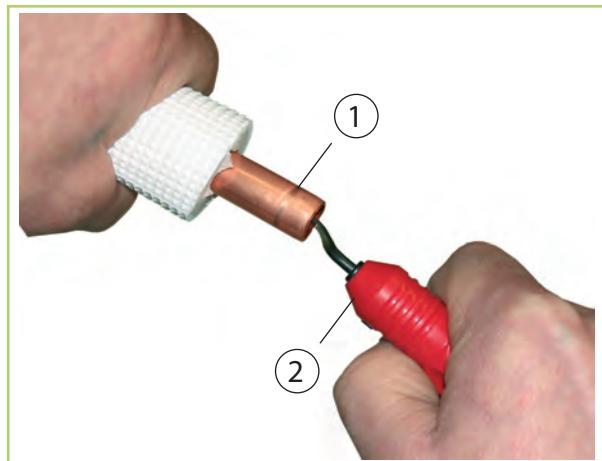
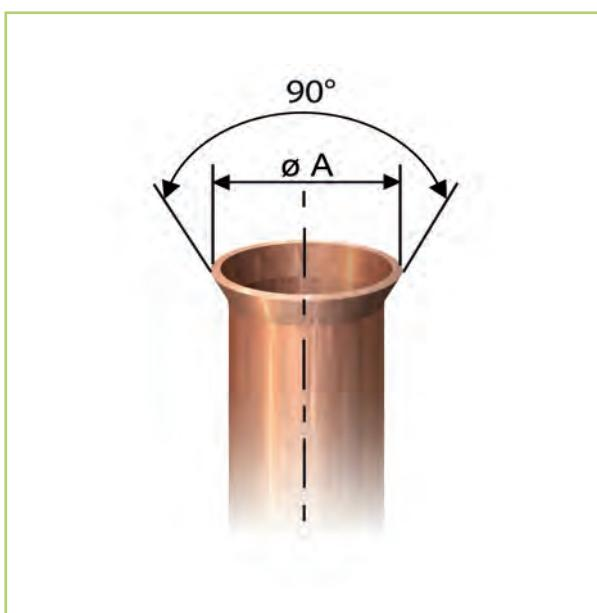

Abb. 77: Entgraten der Kältemittelleitung
Abb. 79: Korrekte Bördelform
- Zur Erstellung der Anschlüsse an die Module müssen die Kupferrohre mit einem Bördel versehen werden. Dabei ist auf eine korrekte Form des Bördels und passende Überwurfmuttern (im Lieferumfang) zu achten (Abb. 77 bis Abb. 79).